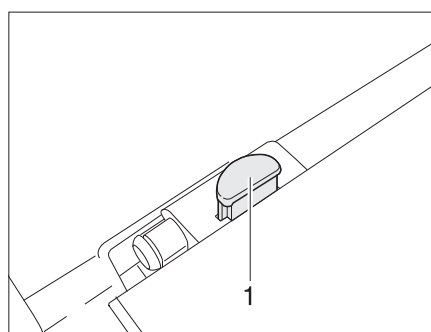

Fig. 37 Verrouillage du plateau de table
- Appuyer sur le bouton de déverrouillage (Figure 37,1) sur le dispositif de verrouillage du plateau de table.